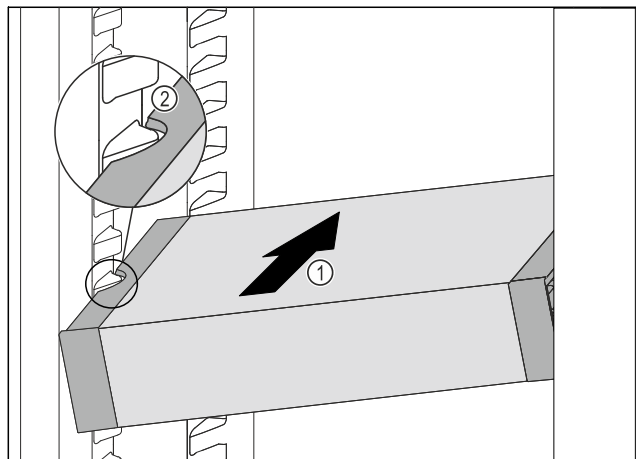

Fig. 139
- VarioSafe schräg in das Kühlteil einschieben Fig. 139 (1), bis sich die seitlichen Aussparungen Fig. 139 (2) des VarioSafes auf Höhe der Behälterrippe im Kühlteil befinden.